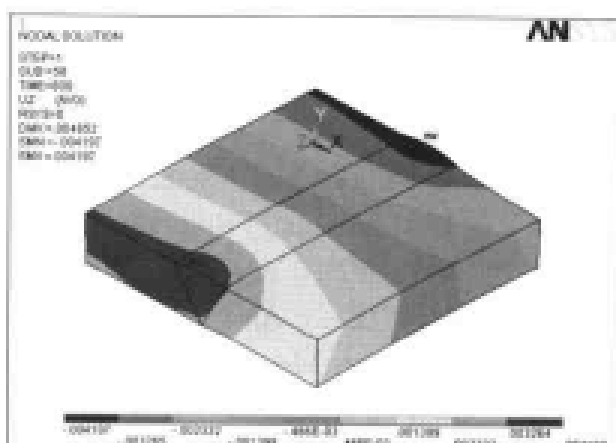

图 13-93 Z 方向位移等值线图
(5) 选择 Main Menu | General Postproc | Plot Results | Contour Plot | Nodal Solu 命令, 出现 Contour Nodal Solution Data 对话框, 选择 Nodal Solution | DOF Solution | Z-Component of displacement 选项, 单击 OK 按钮, ANSYS 显示窗口显示如图 13-93 所示的 Z 方向位移场分布等值线图。